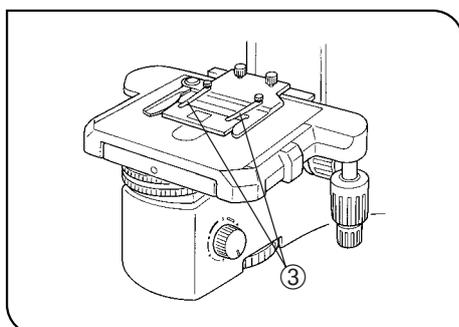

Abb. 14
Durch Adsorption des Immersionsöls kann sich das Objekt verschieben. In diesem Fall empfiehlt sich die Verwendung der als Zubehör erhältlichen Objektklammer BH2-SCB-3 ③ für Ölimmersionsobjektive. (Abb. 14)